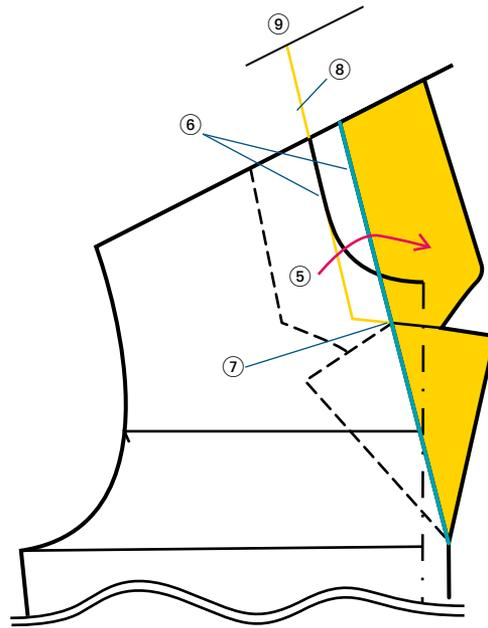

FIG. 2
- ⑤ À l'aide d'un calque, redessiner le col et le revers en miroir par rapport à la ligne de cassure, comme indiqué sur la figure 2.
- ⑥ Tracer une ligne parallèle à la ligne de cassure en passant par l'encolure – en jaune sur le croquis.
- ⑦ Prolonger le bord haut du revers jusqu'à cette ligne parallèle.
- ⑧ Sur cette ligne de construction prolongée, reporter une 1/2 longueur d'encolure dos, diminuée de 0,5 cm.
- ⑨ Puis tracer une ligne parallèle à la ligne d'épaule correspondant au milieu dos du col.